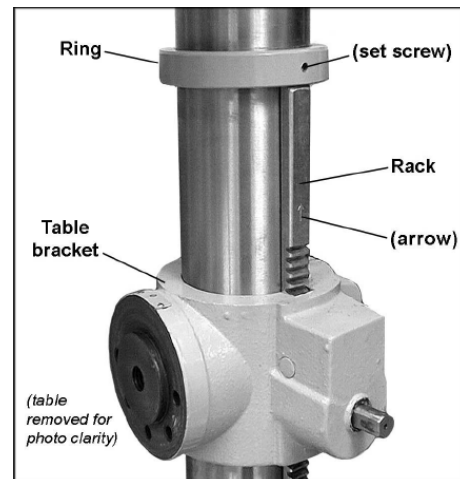

Рис. 3
1. Снимите кольцо с колонны, ослабив установочный винт и сняв кольцо. Затем снимите зубчатую рейку (Рис. 3)
колонны (Рис. 3). Нижняя часть зубчатой рейки должна доставать до кромки держателя, как показано на Рис. 5. Убедитесь, что зубчатая рейка установлена правильно: длинная ровная часть должна находиться сверху, а короткая ровная часть – внизу. (Стрелка на зубчатой рейке должна показывать вверх, как показано на Рис. 3).
4. Установите кольцо на колонне и опустите его вниз к верхнему краю зубчатой рейки (см. Рис. 3). Затяните крепёжный болт на кольцо.